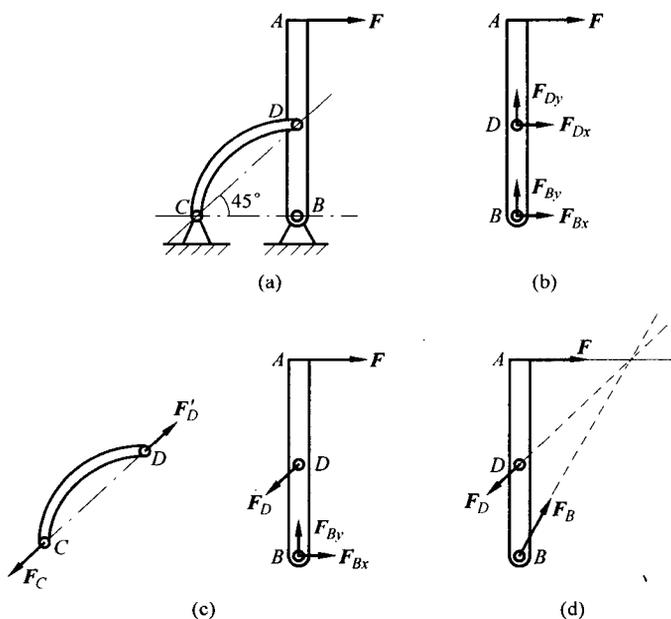

图 1-2 例 1-1 图
例 1-1 对图 1-2(a)结构中的杆 AB 进行受力分析,画受力图(杆重不计)。
解 (1) 画出杆 AB 的分离体图,解除 B, D 处的铰链约束,根据铰链约束特性,其约束力各用两个分量表示,得杆 AB 的受力图如图 1-2(b)。这一过程符合受力分
(2) 如果注意到杆 CD 的受力特点——它是二力构件,则可确定铰 D 处约束力的方向沿 CD 连线,再根据作用与反作用定律,可得杆 AB 的受力图如图 1-2(c),未知量减少一个。
(3) 杆 AB 在三点受力,根据三力平衡条件还可进一步确定铰 B 约束力的方向,受力图如图 1-2(d)。
(1) 遵循正确的分析受力思路,熟悉各种约束力的特征,是画好受力图的关键。
(2) 发现结构中的二力构件,常可显著简化受力图。
(3) 本题中,杆 AB 的受力图有两个方案。图 1-2(d)中 F_B 方向已知,适用于后面所讲的几何法解题。但绝大多数问题都用解析法求解,必须计算已知力及约束力在各坐标轴的投影,因而图 1-2(c)是普遍的方案。